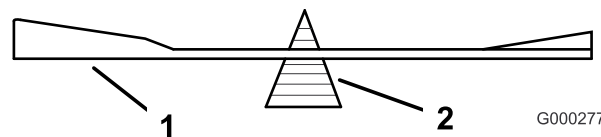
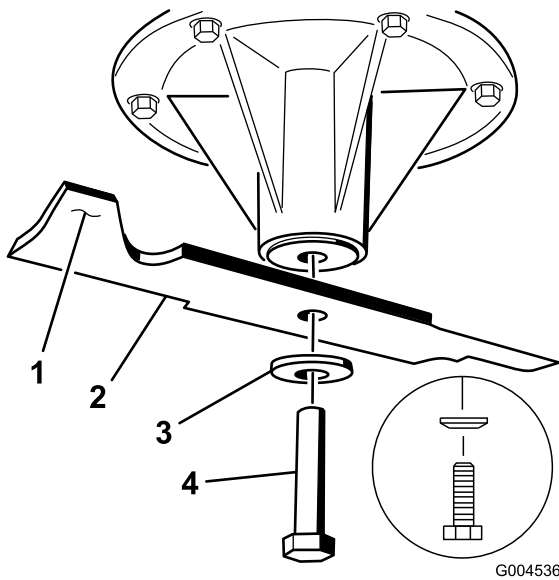

Figura 95
Figura 96
- Verifique el equilibrio de la cuchilla colocándola sobre un equilibrador de cuchillas (Figura 95). Si la cuchilla se mantiene horizontal, está equilibrada y puede utilizarse. Si la cuchilla no está equilibrada, rebaje algo el metal en la parte de la vela solamente (Figura 96). Repita este procedimiento hasta que la cuchilla esté equilibrada.
- Instale las cuchillas izquierda y central, las arandelas curvas y los pernos de las cuchillas en los ejes (Figura 96 y Figura 97).
Nota: Asegúrese de que el cono de la arandela curva está orientado hacia la cabeza del perno (Figura 96).
- Instale la cuchilla derecha, la arandela curva y el perno de la cuchilla (perno con rosca a izquierdas) en el eje (Figura 96 y Figura 97).